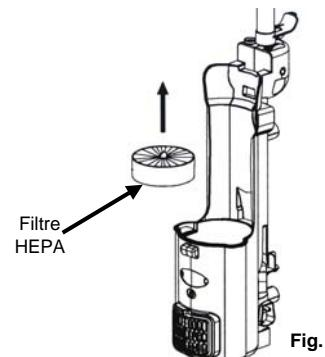

Fig. 25
3. Tenez le filtre HEPA par l'onglet du centre et soulevez-le. (Fig. 25)